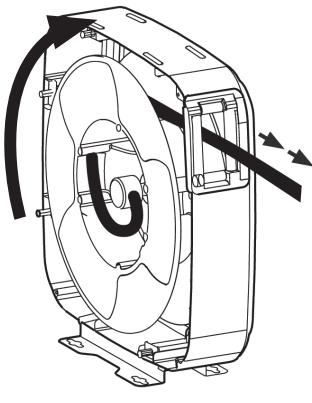

Fig.11
1. Pull the hose out 10 feet (3 metres) and let the hose reel latch (fig. 11).
1. Extraiga unos 10 pies (3 metros) de manguera y trinque la manguera (fig. 11).
1. Tirez le flexible de 3 mètres et bloquer le tambour au moyen du cliquet (fig. 11).